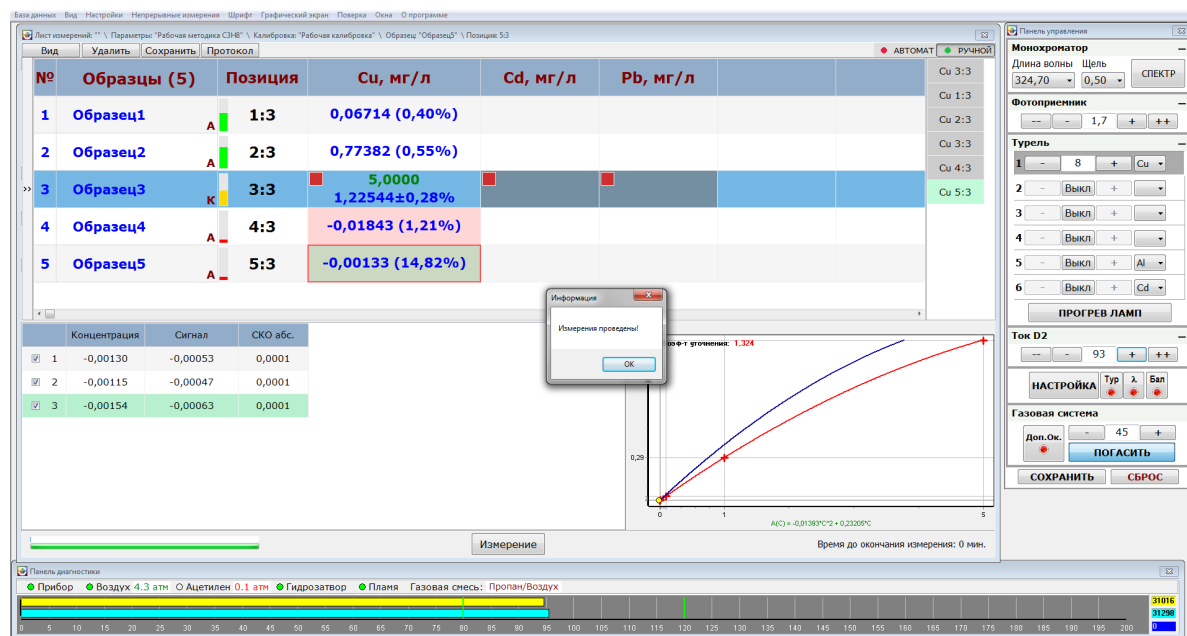

Рис. 37 Окно «Лист измерений» проведение измерений с устройством выбора образца.
9. По окончании измерений будет выведено информационное окно рис. 37
В процессе измерений датчик манипулятора УВО-04 следит за уровнем пробы и фонового раствора. По мере расхода пробы манипулятор корректирует своё положение, не допуская нахождения капилляра для забора пробы выше уровня жидкости. Информация об уровне выводится в ячейках «Позиция»: **зелёный** цвет – стакан с пробой полный, **жёлтый** – уровень пробы в районе середины, **красный** – уровень минимум. Ячейка с результатом измерений, где был зафиксирован минимальный уровень жидкости выделяется цветом рис. 37. При достижении минимального уровня жидкости в чаше с фоновым раствором измерения прерываются и выводится предупреждающее сообщение.